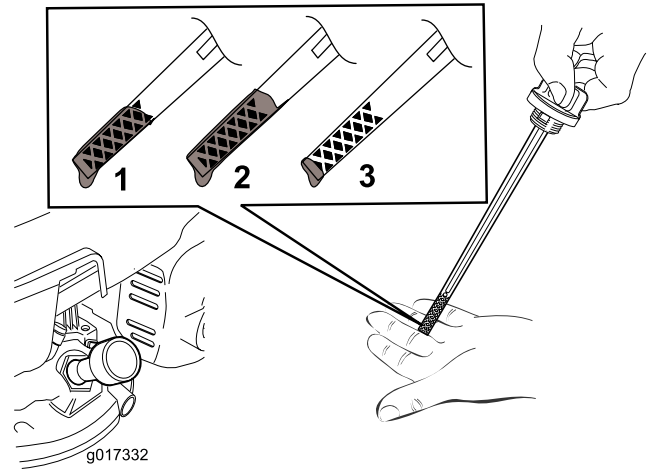

图7
2. 拆下量油尺 (图7)。
**注意** 向发动机曲轴箱添加机油直到量油尺显示机油油位达到 图7 中所示的正确位置。如果发动机加注机油过多则需要按照 **更换机油 (页码 14)** 的说明去除多余机油。